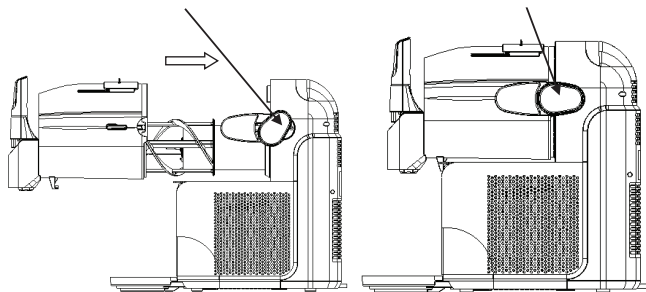

Abbildung 3-2
- b. Vor dem Entleeren und der Inbetriebnahme müssen der Rührersatz und der Füllbehälter installiert und befestigt werden, siehe Abbildung 3-2: